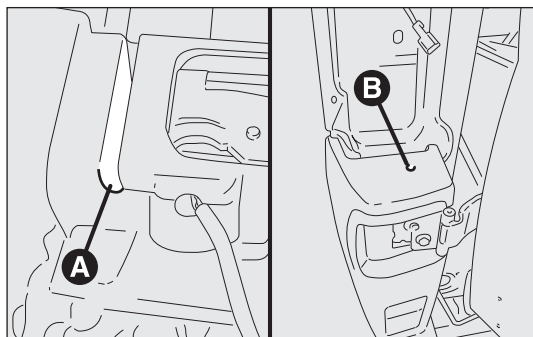

fig. 193
- Skruva ur den nedre fästskraven A mellan mitten- och sidostötfångaren fig. 193.